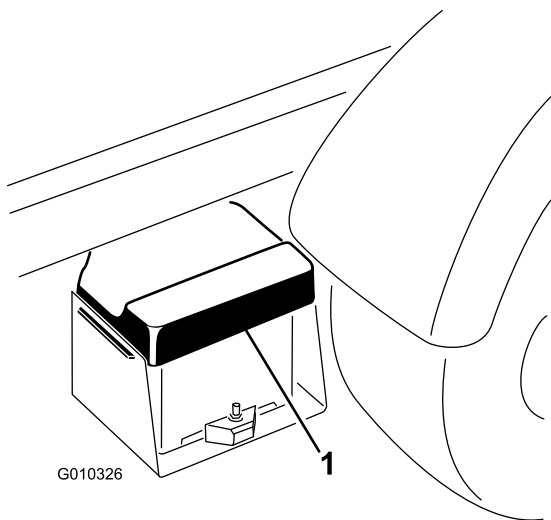

Figure 48
1. Appuyez sur le couvercle de la batterie pour dégager les languettes de la base de la batterie. Enlevez le couvercle de la base de la batterie (Figure 48).